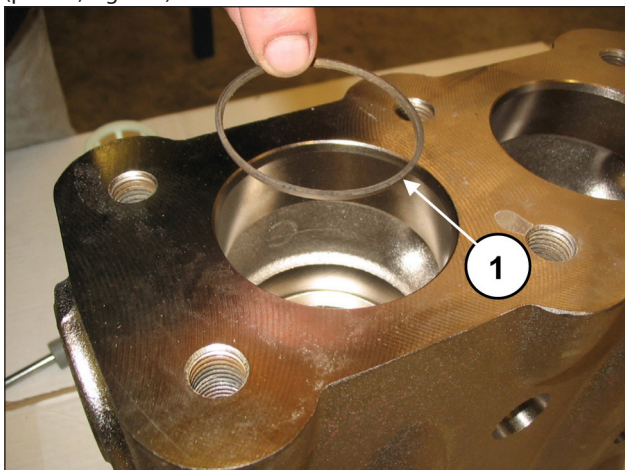

Fig. 117
Introducir la anilla antiextrusión, pos. dibujo desglosado 5 (pos. ①, Fig. 117).